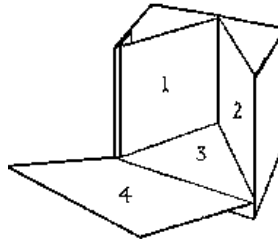

Figura 3
Ponga algunas bolas de papel periódico o unas tiras de cartón en el fondo de la caja externa, y de este modo, cuando usted ponga la caja interna dentro del hueco, las lengüetas de la caja interna toquen ligeramente la parte de arriba de la caja externa (figura 3).
Se cortan dos piezas de cartón formando el triángulo (1 y 2), además de una base en altura (3) y una tapa (4) de acuerdo a la figura 3.